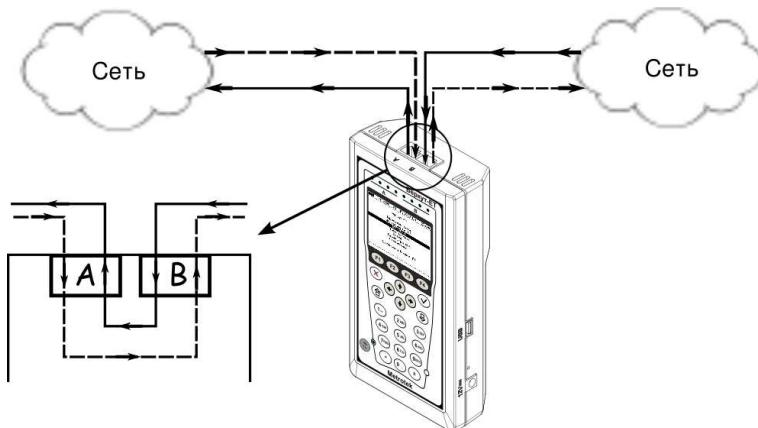

Рис. 7.72. Пример подключения в режиме «Транзит»
В режиме «Транзит» прибор включается в разрыв соединения между двумя сетевыми устройствами. Трафик, приходящий на порт A(B) отправляется на порт B(A), пример подключения показан на рис. 7.72.